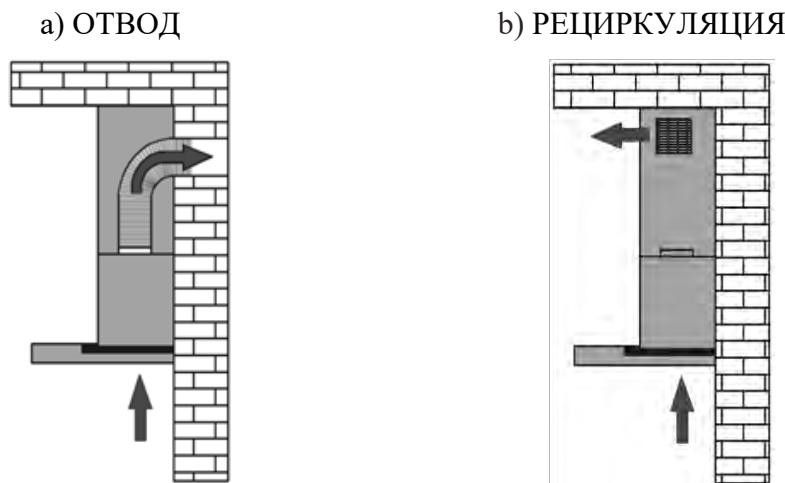

Рис. 5
1) Отвода (рис. 5а) – воздух удаляется из помещения через соединение вытяжки с вентиляционным каналом жестким пластиковым воздуховодом или гофрированным шлангом диаметром 150 мм. Таким образом, все кухонные испарения, запахи, гарь и копоть, проходя через многоразовые алюминиевые жироулавливающие фильтры, выводятся за пределы помещения. При данном режиме работы нет необходимости устанавливать угольные фильтры. Режим отвода является наиболее эффективным, поскольку вытяжка удаляет все кухонные испарения за пределы кухни в вентиляционную шахту.
2) Рециркуляции (рис. 5б) – внутренняя циркуляция воздуха через угольные фильтры (рис. 4).